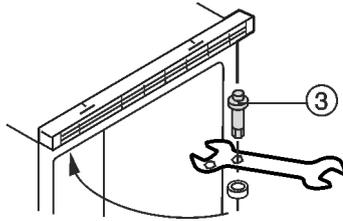

Fig. 3
- ▶ Desenrosque el perno de bisagra superior Fig. 3 (3) y enrósquelo en el lado opuesto **(con 4 Nm) para fijarlo.**
- ▶ Enganche la puerta en el perno de bisagra Fig. 3 (3) superior y ciérrela.